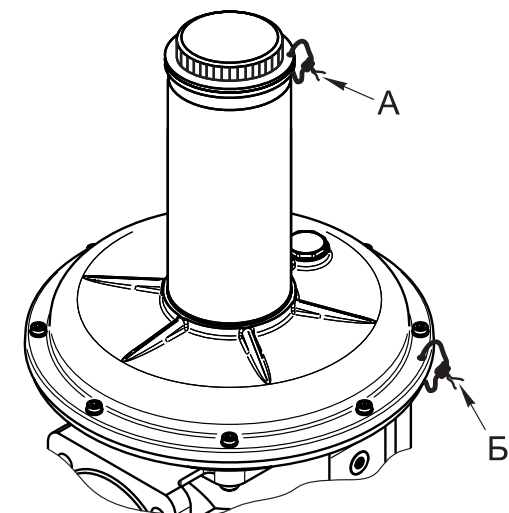

Рис. 7
4.11 Пломбировка (рис. 7, 8).
4.11.2 Регулятор. Для пломбировки используйте проволоку диаметром 0,8 - 1,5 мм, которую необходимо протягивать через отверстия, расположенные в защитной пробке и плоскости соединения корпусных деталей (рис. 7, места А и Б). Пломбировка места Б произведена на заводе-изготовителе. Пломбировка места А осуществляется после настройки клапана на необходимое давление срабатывания.